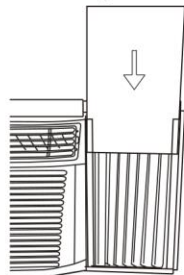

Fig.22
Paso 3: Deslice el panel de aislamiento R1 entre la cortina lateral, el lado con patrón debe ver hacia el lado interior (Fig. 22)